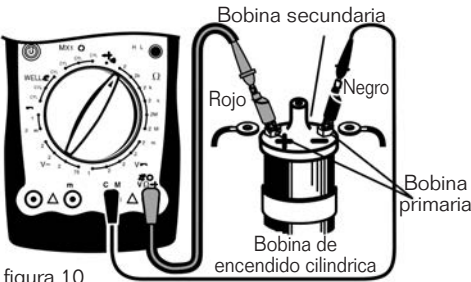

figura 10
- (1) Antes de la operación, enfríe el motor y apague la bobina de encendido.
- (2) Ajuste el selector giratorio del multímetro en 200Ω . Como se indica en la pantalla LCD, conectar la terminal, inserte la punta de prueba roja en la terminal Ω y la punta de prueba negra en la terminal COM. Pruebe la bobina primaria de la bobina de encendido.
- (3) Cortocircuite los sensores de las puntas de prueba roja y negra. Su resistencia de corto circuito debe ser inferior a 0.5Ω . Si es superior, compruebe el cable de prueba para ver si está flojo o dañado. Si está dañado, reemplácelo por uno nuevo.
- (4) Conecte el sensor de la punta de prueba roja al polo primario "+" de la bobina de encendido y la negra al polo primario "-" de la bobina. (ver Figura 10) Vea las posiciones detalladas en diversos tipos de manuales automotrices.